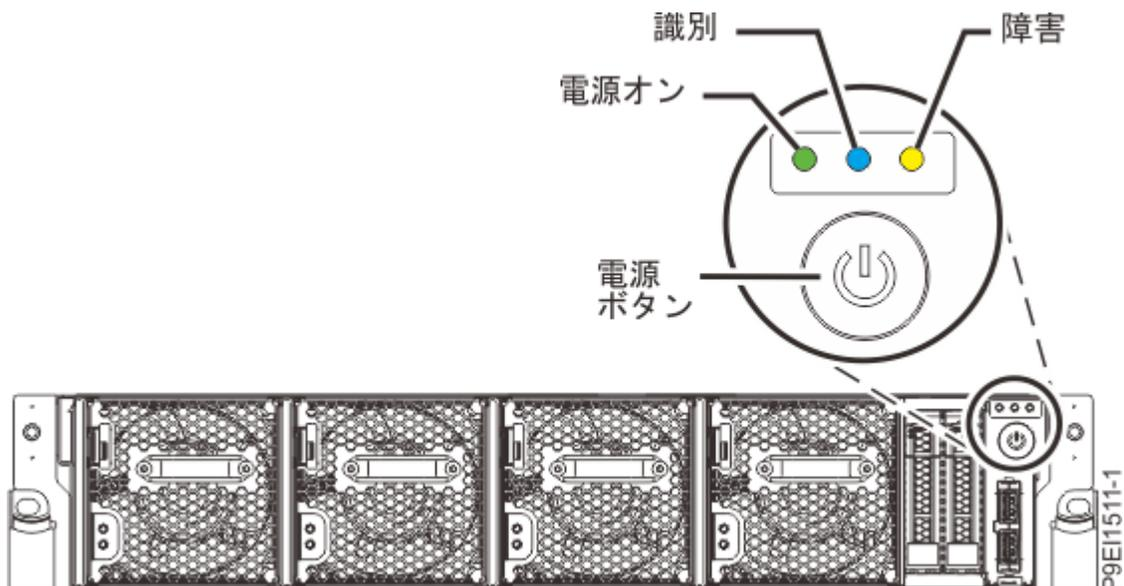

図 60. 電源ボタン
- 電源オン LED (102 ページの図 60 を参照) が明滅している。ライトが明滅している場合、装置にスタンバイ電源が供給されていることを示します。
3. 102 ページの図 60 に示す電源ボタンを押します。